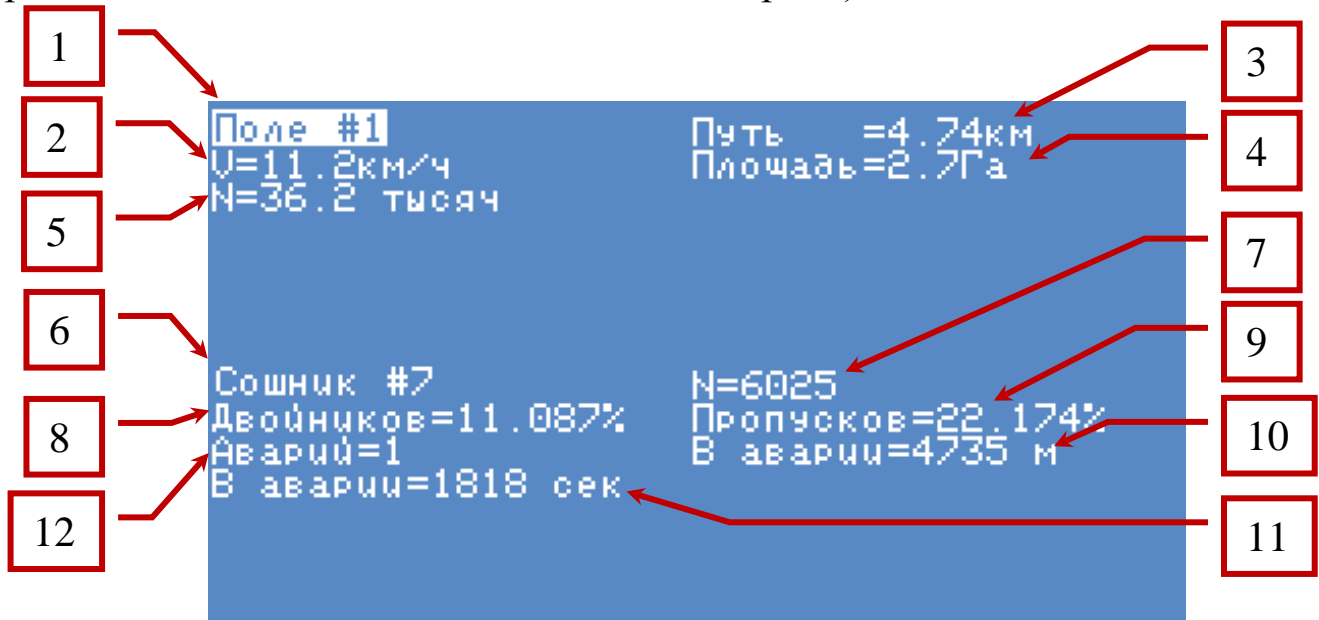

Рисунок 4 Экран статистики
- Экран накопительной статистики, см. «Рисунок 4»